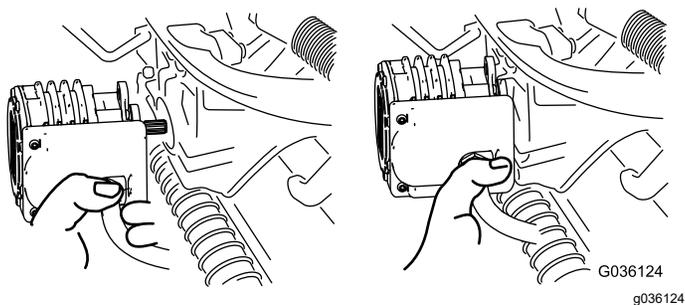

Рисунок 57
4. Переместите электродвигатель на место хранения на передней стороне рычага подвески (Рисунок 57).